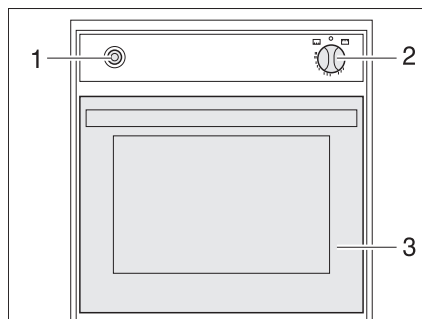

Fig. 130 Four à gaz
- Ouvrir complètement la porte du four (Fig. 130,3).
- Enfoncer légèrement le bouton tournant (Fig. 130,2) et le placer sur "four" ou "GRILL" (grill).
- Enfoncer le bouton tournant (Fig. 130,2) et le maintenir enfoncé pendant 5 à 10 secondes. Le gaz s'écoule vers le brûleur.
- Appuyer plusieurs fois sur l'interrupteur d'allumage (Fig. 130,1) jusqu'à ce que la flamme se consume.
- Tourner le bouton tournant (Fig. 130,2) sur "O". La flamme s'éteint.